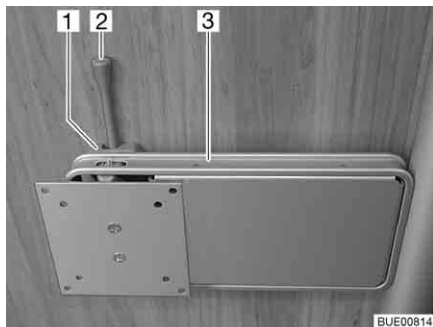

Fig. 45 Supporto su colonna
- Spingere di lato la leva di sbloccaggio (Fig. 45,2) e ruotare il supporto (Fig. 45,3) con lo schermo piatto nella posizione desiderata.
- Riportare indietro lo schermo piatto finché il supporto (Fig. 45,3) non si innesta nel bloccaggio (Fig. 45,1).